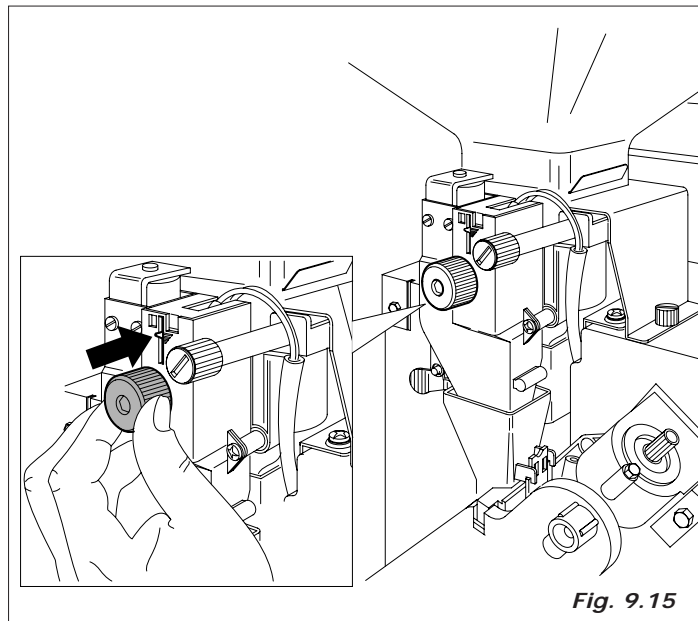

Fig. 9.15
- *Gramatura do café moído.* Variar a quantidade acionando a manopla sobre o dosador (Fig.9.15). A cada disparo da manopla de regulagem corresponde um valor de 0,05 gramas. Virando no sentido horário a dose diminui. Virando no sentido anti-horário a dose aumenta. A variação de produto é controlável por meio das marcas de referência que estão sobre o dosador (ver figura 9.15). A pastilha de café, normalmente, deve apresentar-se compacta e um pouco úmida.